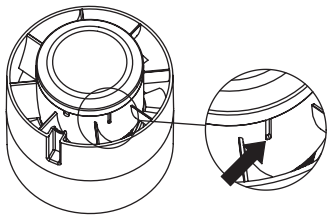

Bild 2a
3. För att kunna ansluta till elnätet: Ta av locket genom att vrida det moturs och samtidigt trycka in spärren med en liten skruvmejsel (Bild 2a, 2b och 2c).